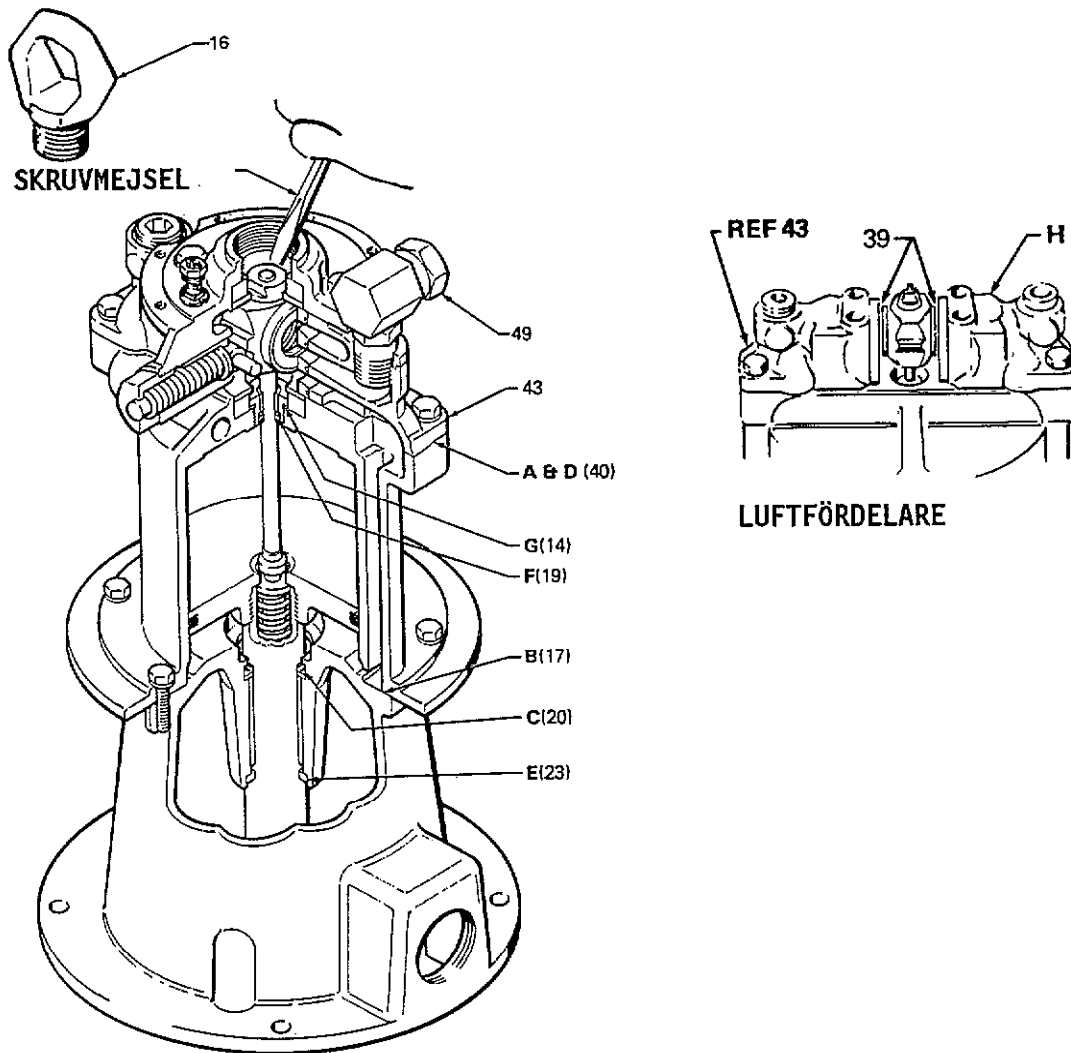

Fig 4-1
För att gå igång en motor som stannat, så skall lyftöglan skruvas ut ur spärrmonteringen (36) och använd en skruvmejsel för att trycka ned luftventilhylsan (29). Se fig 4-1.
För att lokalisera var luft läcker, så skall lufttillförseln stängas av och luftslangen tas bort. Skruva ut unionkopplingen (49) ur luftfördelaren (43), tag bort kåpan (35), och skruva sedan tillbaka unionkopplingen i luftfördelaren. Se reservdelsförteckningen och fig 4-1. Anslut luftslangen och öppna lufttillförseln, följ sedan felsökningsschemat och den metod som föreskrives för att lokalisera var luft läcker.
## FELSÖKNINGSSCHEMA (se fig 4-1)